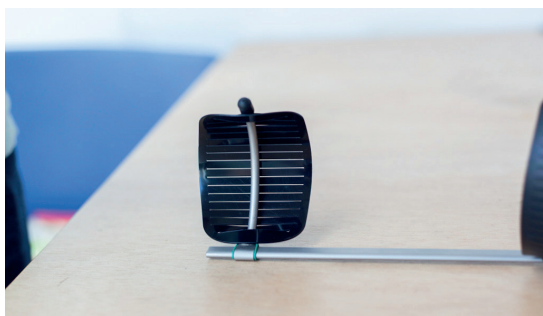

Afbeelding 7: veerkracht
4. Breng na het uitharden van de lijm de veer op de gewenste spanning. Hiertoe dient de veerpen te worden verwijderd en vervolgens in het gewenste gat te worden geplaatst. Een meer distale gatpositie correspondeert met een hogere veerkracht (afbeelding 7). Voor het verwijderen van de veerpen dient eerst de spanning van de veer te worden gehaald. De veerspanning zorgt namelijk